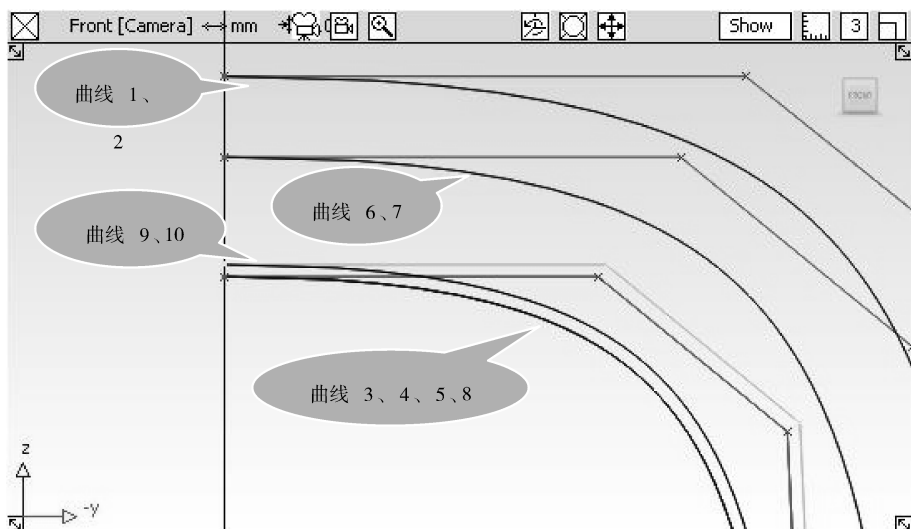

图 3-75 缩放曲线
- 21 选择【Pick object】工具, 然后选择刚刚复制的两条曲线, 旋转视图, 通过【ViewCube】工具, 进入【Front】正交视图, 选择【Scale】工具, 按住鼠标左键, 在【Front】视图空白处拖动, 等比放大两条曲线, 如图 3-75 所示。